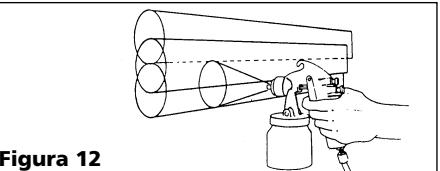

Figura 12
- Los empates entre cada mano deben ser suficientes para obtener un acabado parejo al final (Vea la Figura 12).